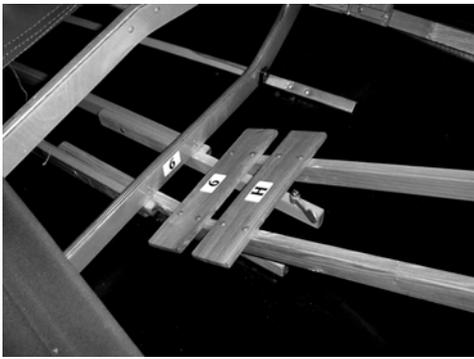

Bild5
Die Bodenleiter ausklappen und vorn mit der Vorderseite (V) in die dafür vorgesehene Aussparung einsetzen. (unter Spant 2) Analog dazu die Bodenleiter hinten mit der Hinterseite (H) an Spant 6 (**Bild5**).